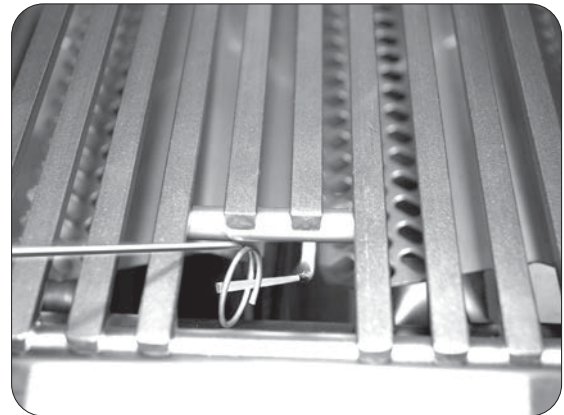

Fig. 24-2 - Éclairage manuel
2. Insérez un allumeur brûlant de butane de long-baril, une allumette brûlante de long-tige, ou une allumette brûlante tenue par un support de prolongation de fil par la grille à cuire s'ouvrant au dessus du brûleur (fig. 24-2).
4. Si le brûleur ne se allume pas dans les cinq (5) secondes de tourner le bouton de commande, enfoncez immédiatement le bouton et tournez la valve à **AU LOIN**. **ATTENDEZ CINQ (5) MINUTES** avant de répéter les étapes 2 à 4 des instructions manuelles d'éclairage.